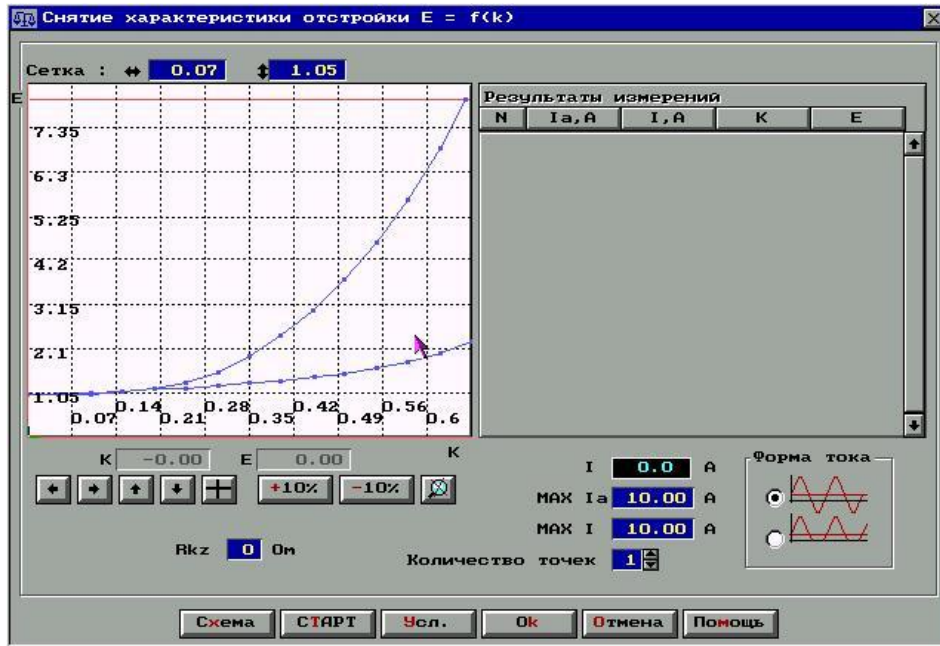
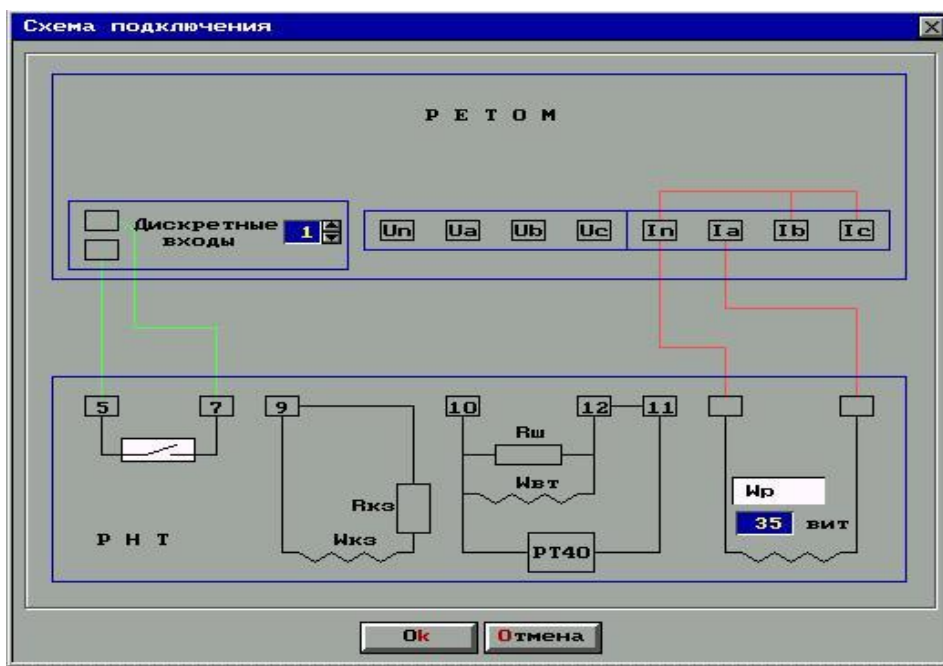

Рис. 11.14. Характеристика отстройки  $E=f(k)$
Рис. 11.15. Схема подключения реле РНТ-560
**Снятие характеристики отстройки  $E=f(k)$ .** В панели управления нажмите кнопку Характеристика отстройки  $E=f(k)$ . В рабочем окне (рис. 11.14) нажмите кнопку **Схема** и подключите реле по схеме (рис. 11.15).